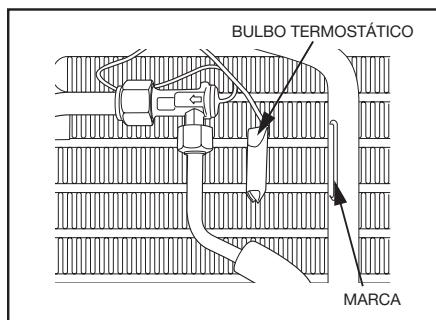

figura 5
5. Coloque el bulbo termostático en las muescas correspondientes del evaporador y asegúrelo con la sujeción original (*Ver figura 5*).